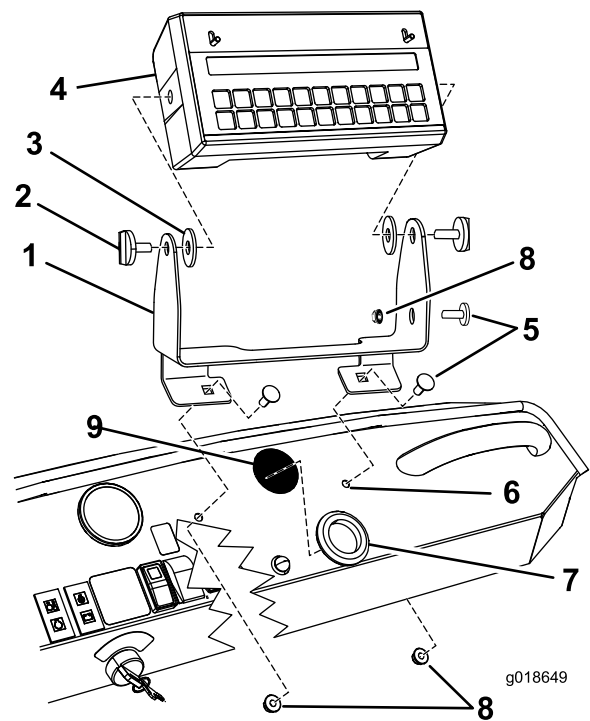

图2
- 如 图2 所示，将安装支架安装到仪表板上，并用个车身螺栓（5/16 x 3/4 英寸）和 2 个锁紧螺母（5/16 英寸）固定。
- 借助 2 个手动旋钮（图2）将电脑控制台装配到安装架上。